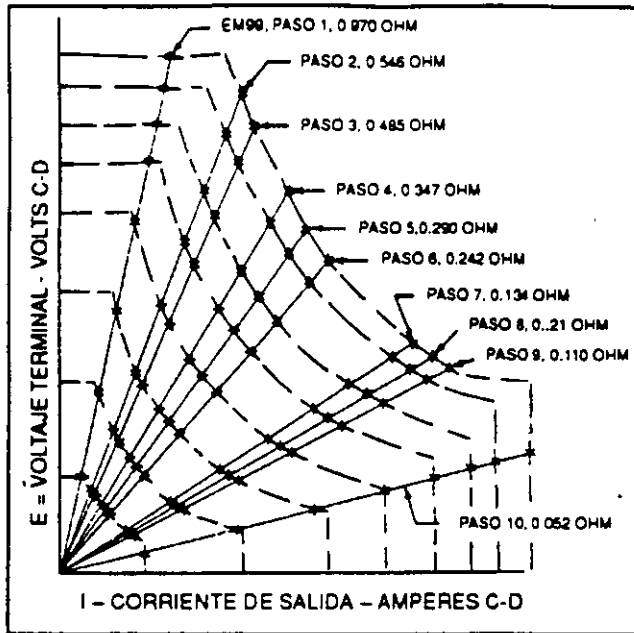

FIG. 2. DISPERSION DE PUNTOS TIPICA A LO LARGO DE DIEZ LINEAS DE RESISTENCIA DE LA UNIDAD DE CARGA EM99. E-25391A-S
4. Mientras está conectada a una unidad de carga es posible revisar una cantidad de puntos en la curva de salida del alternador para cada punto del regulador ya que están disponibles una cantidad de valores de resistencia Fig. 2.